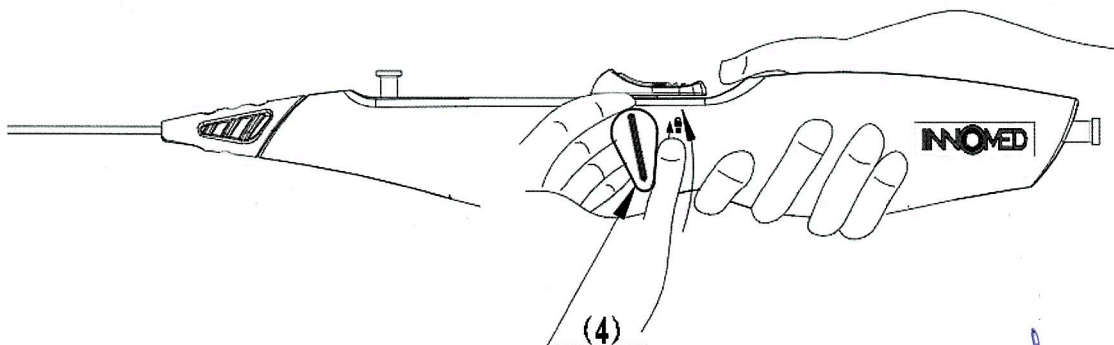

Figura 8. Abrir llave de seguridad
- c. Abrir la llave de seguridad (4) sentido contrario a las agujas del reloj (Consultar Figura 8).